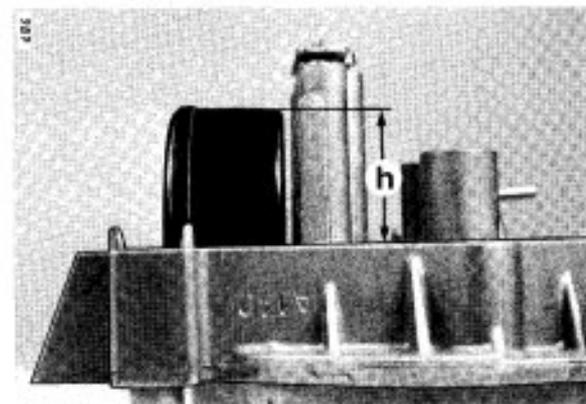
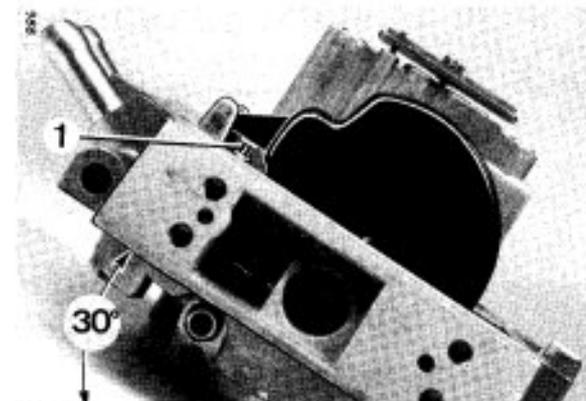

Bild 43
Bild 44
4. SCHWIMMER / NIVEAU (Bild 43, 44)
Das Kraftstoffniveau ist nicht einstellbar. Es ergibt sich durch die Verwendung eines einwandfreien Schwimmers. Bei einer Grundüberholung ist das Schwimmergewicht sowie die Höhe „h“ (Bild 43) bei einer Schräglage des Vergaserdeckels von 30° (Bild 44) zu prüfen.